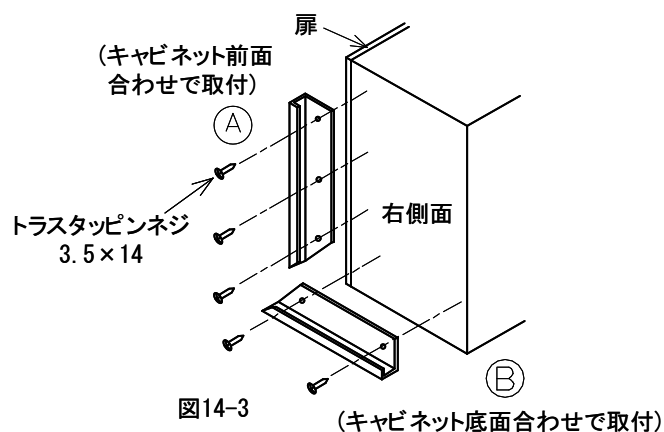

図14-3
③見切り部材をウォールキャビネットの右側面に所定のネジで固定してください。(図14-3)